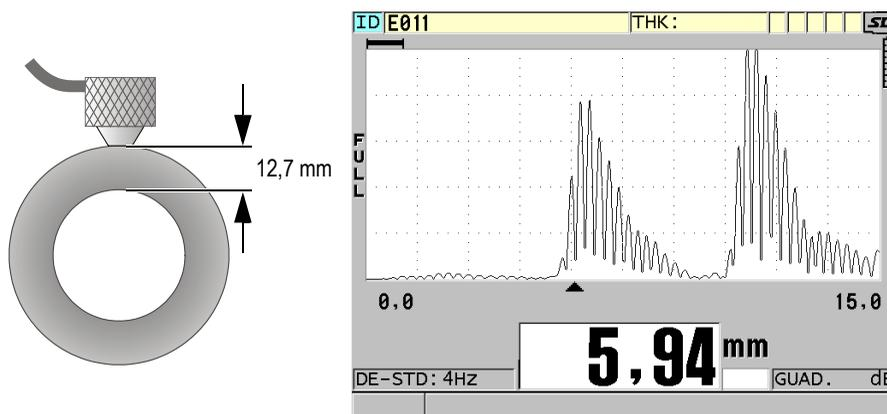

Figura 5-9 Accoppiamento del trasduttore a doppio elemento e lettura dello spessore misurato
- Accoppiare l'estremità del trasduttore con la superficie del materiale da ispezionare, applicando una pressione da moderata a intensa, mantenendo il trasduttore il più in piano possibile sulla superficie del materiale (vedere Figura 5-9 a pagina 85).